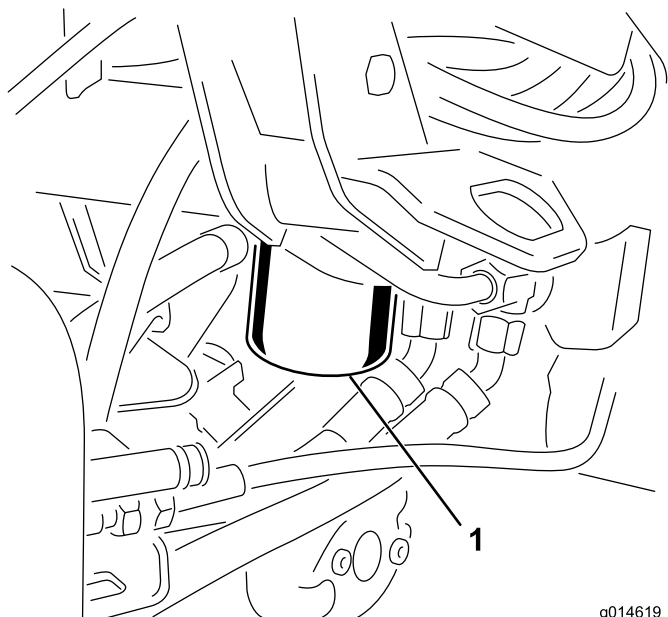

Figure 41
1. Nettoyez la zone autour de la surface de montage du filtre (Figure 41). Placez un bac de vidange sous le filtre et enlevez le filtre.